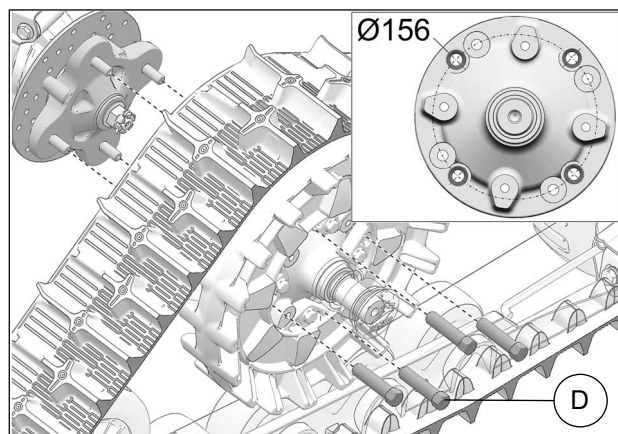

Fig. 17
8. Fixer le système de traction au moyeu de roue avant. Utiliser le cercle de perçage de Ø156 mm et les écrous de roue M12 (D) fournis. Voir la Fig. 17